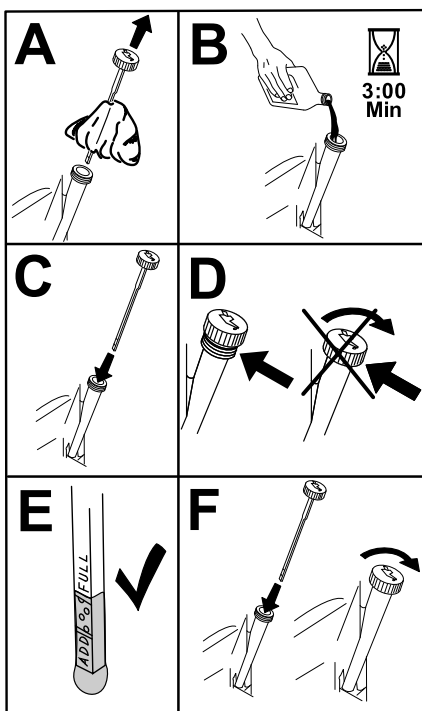

Figura 18
5. Vierta lentamente un 80% aproximadamente del aceite especificado por el tubo de llenado, luego añada lentamente el resto del aceite hasta que llegue a la marca **Full** (Lleno) (Figura 18).
3. Llene el cárter con el tipo correcto de aceite nuevo (Figura 18).